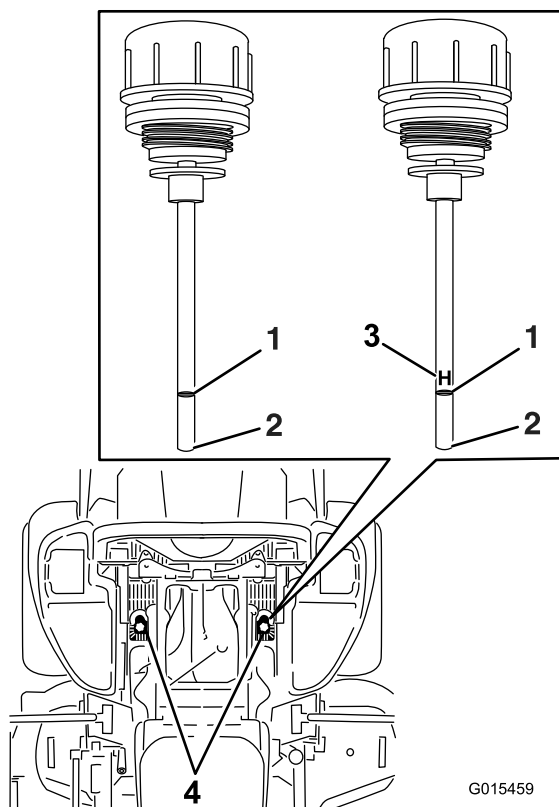

Figure 84
6. Nettoyez la surface autour des jauges des réservoirs du système hydraulique (Figure 84).
7. Sortez la jauge du réservoir hydraulique (Figure 84).
9. Ressortez la jauge et examinez l'extrémité (Figure 84). Si le niveau d'huile est au repère minimum, versez lentement la quantité d'huile qui convient dans le réservoir hydraulique pour faire monter le niveau jusqu'au repère maximum(**H**).